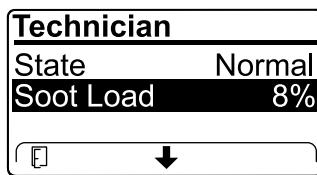

図 28
- すすの蓄積レベルDPFでの表示される図28を確認するすす蓄積表を参照